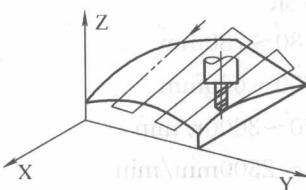

图 1-4 行切加工法
(1) 行切加工法 采用三坐标数控铣床进行二轴半坐标控制加工, 即行切加工法。如图 1-4 所示, 球头铣刀沿 XY 平面的曲线进行直线插补加工, 当一段曲线加工完后, 沿 X 方向进给 ΔX , 再加工相邻的另一曲线, 如此依次用平面曲线来逼近整个曲面。相邻两曲线间的距离 ΔX , 应根据表面粗糙度的要求及球头铣刀的半径选取。球头铣刀的球半径应尽可能选得大一些, 以增加刀具刚度, 提高散热性, 降低表面粗糙度值。加工凹圆弧时, 铣刀球头半径必须小于被加工曲面的最小曲率半径。